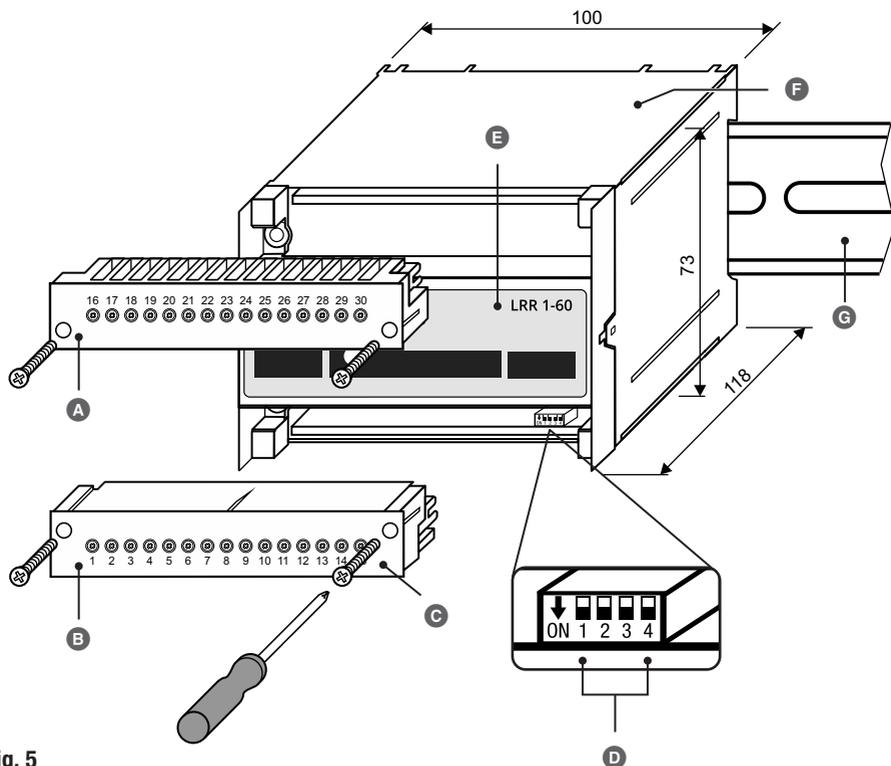

Fig. 5
Si es necesario, puede modificar en cualquier momento la tasa de baudios y el grupo regulador del regulador de conductividad LRR 1-60 en el interruptor de codificación  (véase **Fig. 5**).
2. Desenroscar la regleta de bornes inferior y extraerla, véase **Fig. 5**.
3. Llevar a cabo los ajustes deseados en el interruptor de codificación  (véanse **Fig. 5**), Véase la página 23, **Fig. 8**.
Para el funcionamiento deben determinarse en el interruptor de codificación **Ⓢ** Fig. 5 el grupo regulador y la tasa de baudios para el regulador de conductividad. Mediante la conexión de diferentes electrodos de conductividad y la parametrización pertinente en el dispositivo de mando y visualización URB 60 se obtienen las funciones deseadas del regulador.